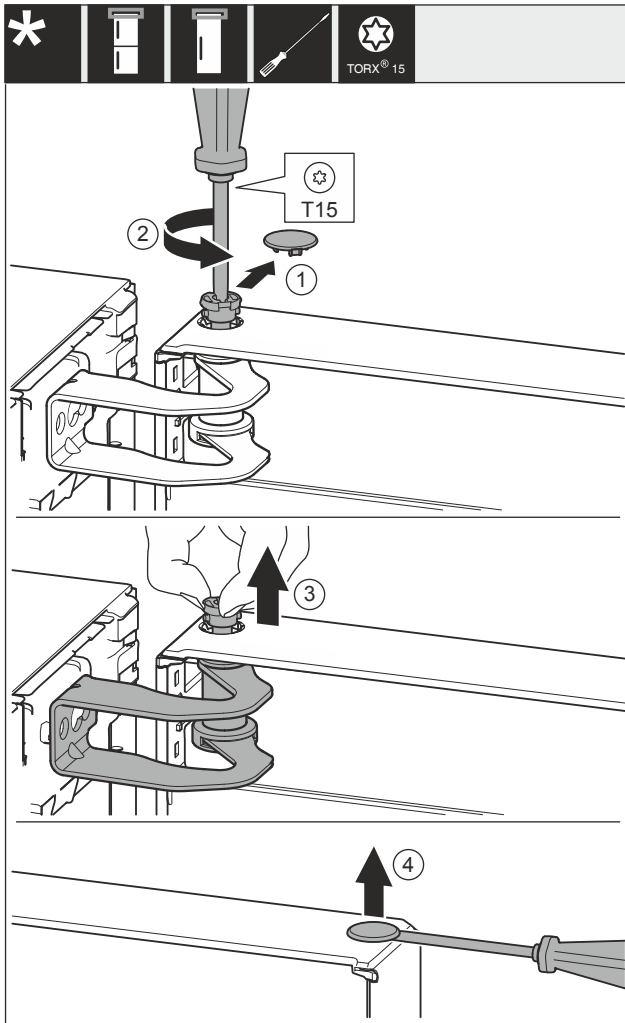

Fig. 13
- Abdeckung Fig. 13 (1) vorsichtig entfernen.
- Bolzen Fig. 13 (2) mit Schraubendreher ein Stück herausdrehen.
- Bolzen Fig. 13 (3) mit den Fingern herausziehen.
- Abdeckung Fig. 13 (4) vorsichtig mit einem Schraubendreher anheben und entfernen.